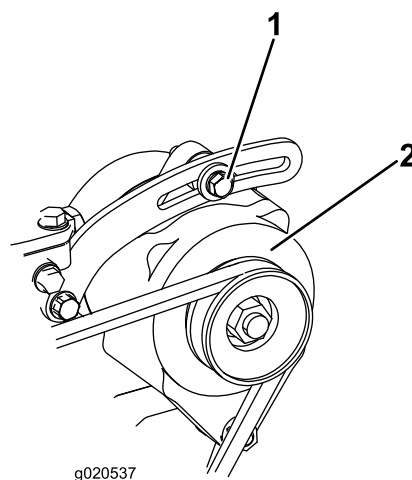

Рисунок 91
1. Если прогиб не равен 10 мм, ослабьте болты крепления генератора (Рисунок 91).